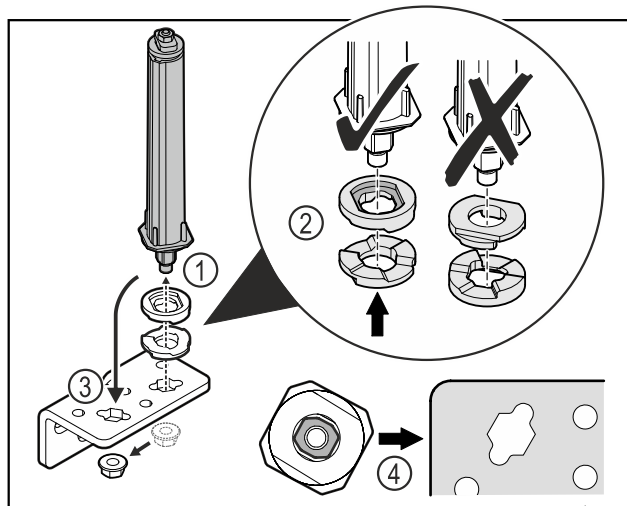

Fig. 51
- ▶ Løsne mutteren og fjern dørlåsesystemet Fig. 51 (1).
- ▶ Sørg for korrekt innretning av høydejusteringsskivene Fig. 51 (2).
- ▶ Sett om dørlukkesystemet i hengselvinkelen og fest med mutteren Fig. 51 (3).
- ▶ Ved innsetting, sørg for korrekt innretning av dørlukkesystemet Fig. 51 (4).